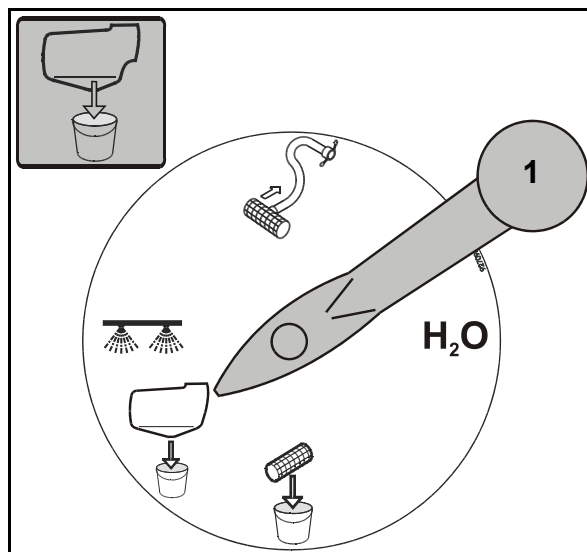

Bild 210
17. Placera VARIO-kran-sug (Bild 210/1) i position "**Tömning av spruttank**" och samla upp den tekniska restmängden i kärlet.